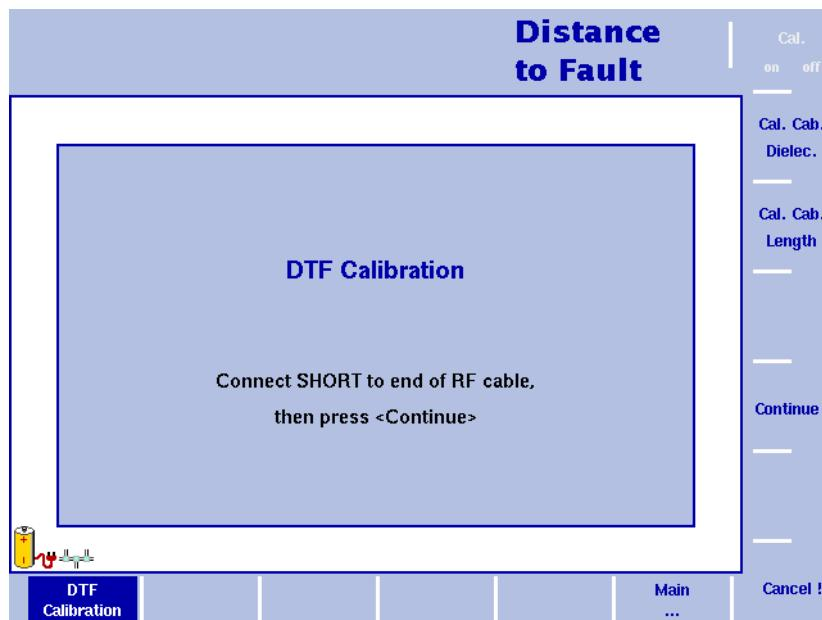

Abbildung 48 Kalibrierungsmenü Distance to Fault
- 5 Der 9102 führt Sie Schritt für Schritt mit Hinweisen auf dem Bildschirm wie in Abbildung 48 durch den Kalibriervorgang. Schließen Sie auf Aufforderung den Kalibriersatz an das Verlängerungskabel für den Prüfanschluss an und drücken Sie auf **Continue**. Sie können den Kalibriervorgang mit dem Softkey **Cancel !** abbrechen.